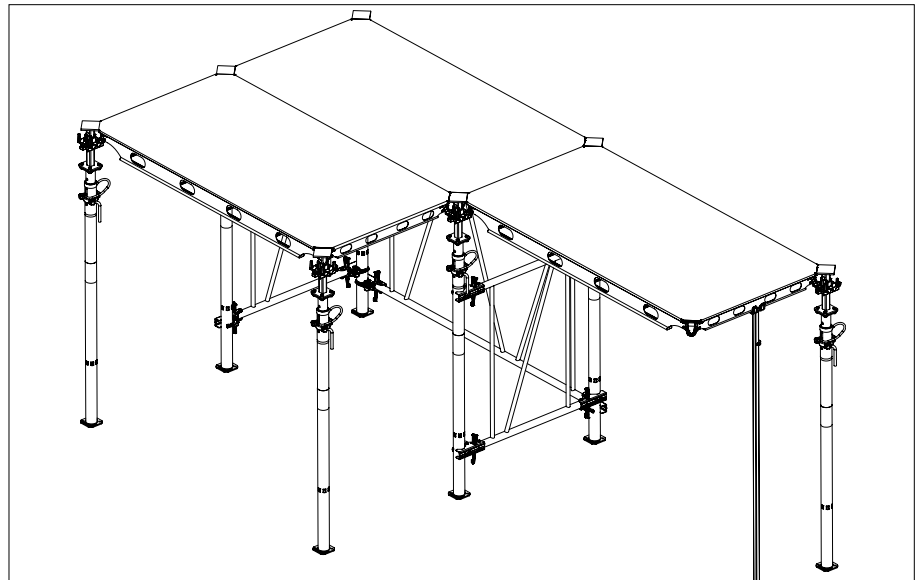

Fig. A5.10
3. Mientras se mantiene la horquilla auxiliar de encofrado como soporte temporal, fije el siguiente puntal en la tercera esquina del panel. (Fig. A5.10)